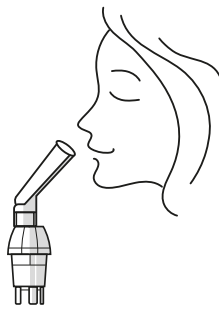

Рисунок 9
- Возьмите насадку в рот и вдыхайте аэрозоль через рот (рисунок 9). Дыхание должно быть ровным. Во время ингаляции рекомендуется держать ёмкость вертикально. Допускается небольшой наклон.